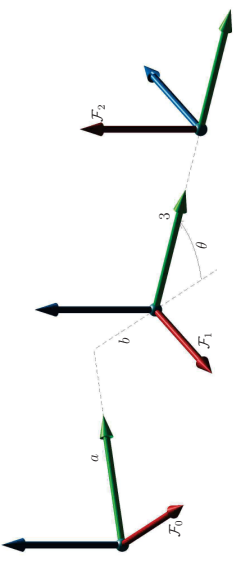

FIGURE 6.4 – Exercice 6.1(c).
- Dans le cas des trois référentiels montrés à la figure 6.4, trouver les matrices suivantes :